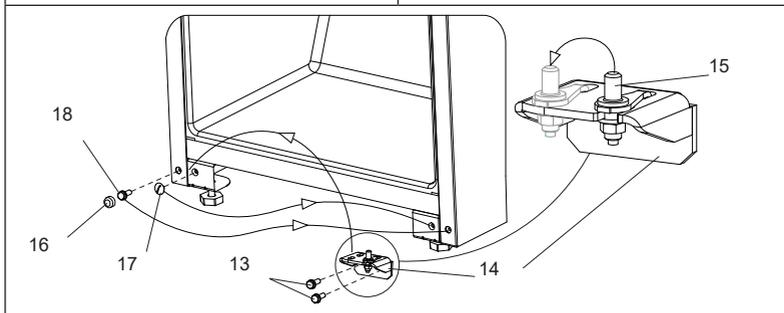

Рисунок 9
6. Торцовым ключом на 8 открутите болты 13, снимите нижний кронштейн 14 и переставьте на нем ось 15, выкрутив на ней гайку торцовым ключом на 10 (см. рис. 9). Отверткой снимите колпачок 16 и открутите декоративную заглушку 17 (см. рис. 9). Выкрутите болт 18 с помощью торцового ключа на 10 (см. рис. 9).
7. На противоположную сторону установите болт 18 с колпачком 16, декоративную заглушку 17 и нижний кронштейн 14 (см. рис. 9).